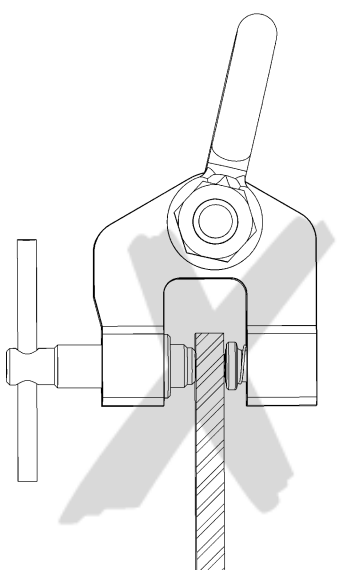

Fig. 3
- Inserte siempre la carga hasta el final en la boca de la garra (Fig. 3).